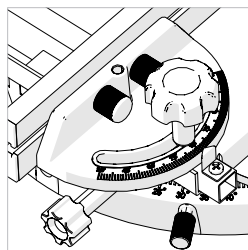

Fig. 22
- Utilisez un tournevis cruciforme N°2 pour desserrer la vis de réglage d'angle. (**Fig. 22**) Ajustez le pointeur et resserrez la vis de fixation.